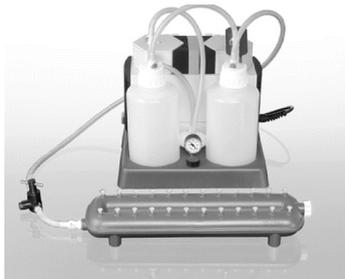

Figura 2. QIAvac 24 Plus, QIAvac Connecting System e Vacuum Pump
As colunas do QIAamp Mini são processadas no QIAvac 24 Plus usando VacConnectors descartáveis e VacValves reutilizáveis. As VacValves (opcionais) são inseridas diretamente nos slots luer do coletor do QIAvac 24 Plus e garantem uma taxa de fluxo constante, facilitando o processamento paralelo de diferentes volumes de amostra. Elas devem ser usadas se as taxas de fluxo da amostra diferirem significativamente, para garantir um vácuo consistente. Os VacConnectors são conectores descartáveis que se encaixam entre as colunas do QIAamp Mini e as VacValves ou entre as colunas do QIAamp Mini e os slots luer do QIAvac 24 Plus. Eles impedem o contato direto entre a coluna giratória e a VacValve durante a purificação, evitando, assim, a contaminação cruzada entre amostras. Os VacConnectors são descartados depois de um único uso. Devido aos grandes volumes de solução usados, o QIAvac Connecting System (ou uma configuração semelhante com frascos) é necessário (consulte a Figura 2).
- A pressão do vácuo é a pressão diferencial entre a parte interna do coletor a vácuo e a atmosfera (pressão atmosférica padrão de 1013 millibar ou 760 mm Hg) e pode ser medida usando o QIAvac Connecting System (consulte a Figura 2). Os protocolos requerem uma bomba de vácuo, capaz de produzir um vácuo de  $-800$  a  $-900$  mbar (por ex., QIAGEN Vacuum Pump). Pressões de vácuo maiores devem ser evitadas. O uso de pressões de vácuo menores que o recomendado pode reduzir o rendimento e a pureza do ácido nucleico e aumentar o risco de entupimento de membranas.